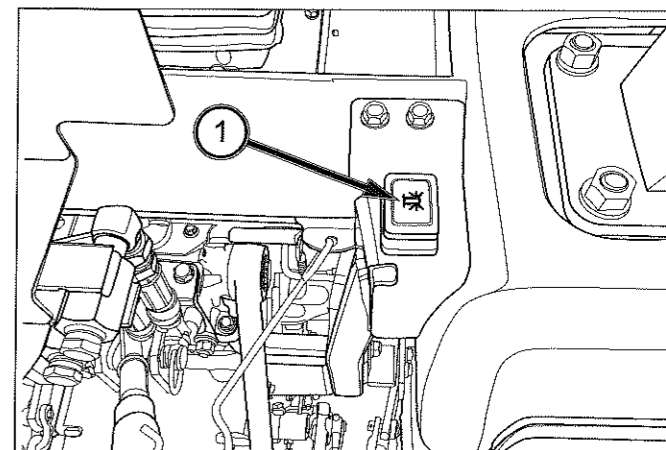

FIG. 105
FIG. 105 et 106 : Le câblage et l'interrupteur (1) du gyrophare sont montés de série.